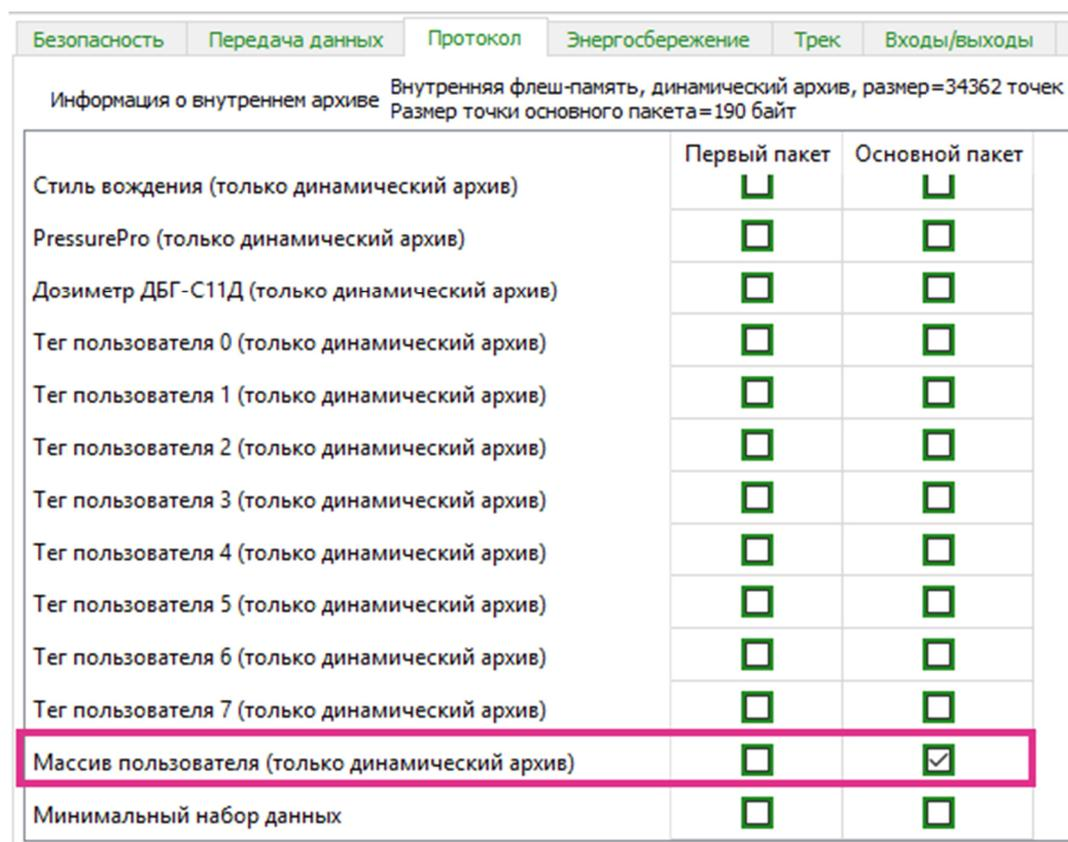

Рис. 5
5. перейдите на вкладку «Протокол» Конфигуратора, настройте основной пакет на передачу данных на сервер, для чего отметьте параметр «Массив пользователя» (Рис. 5);